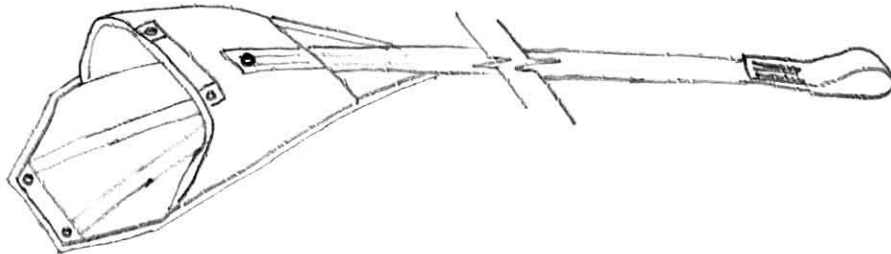

Рис. 12. Камера ПЗ.
2.5.15. К а м е р а ПЗ, предназначенная для укладки купола запасного парашюта (как «Spase-336», так и «Spase-290») и строп, представляет собой контейнер, закрываемый клапаном. В верхней части камеры (рис. 12) пристрочено звено из широкой ленты длиной 4,5м для соединения с петлей пружинного ВП. Стропы ПЗ укладываются в эластичные соты кармана на боковине камеры, закрываемого текстильной застежкой.